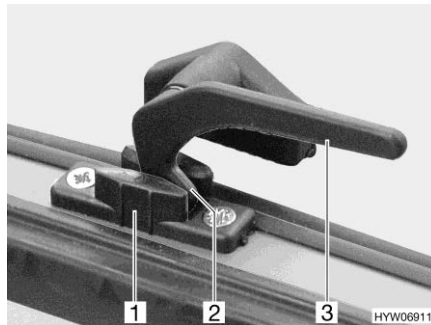

Bild 56 Låsarm (läget "kontinuerlig vädning")
- I läget "kontinuerlig vädning" (Bild 56)
- Sväng låsarmen (Bild 56,3) ett kvarts varv mot fönstrets mitt.
- Sväng låsarmen ett kvarts varv mot fönsterkarmen. Därvid måste låsspaken (Bild 56,2) föras in i spåret på fönsterlåset (Bild 56,1).